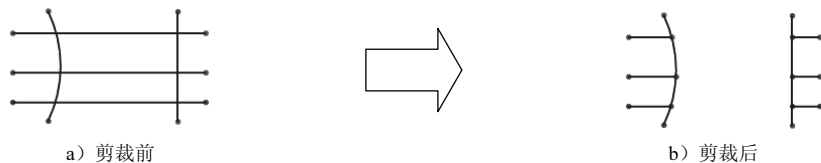

图 2.7.14 “在内剪除”方式
- 使用（在内剪除）方式可剪裁交叉于两个所选边界上或位于两个所选边界之间的开环实体，如图 2.7.14 所示。